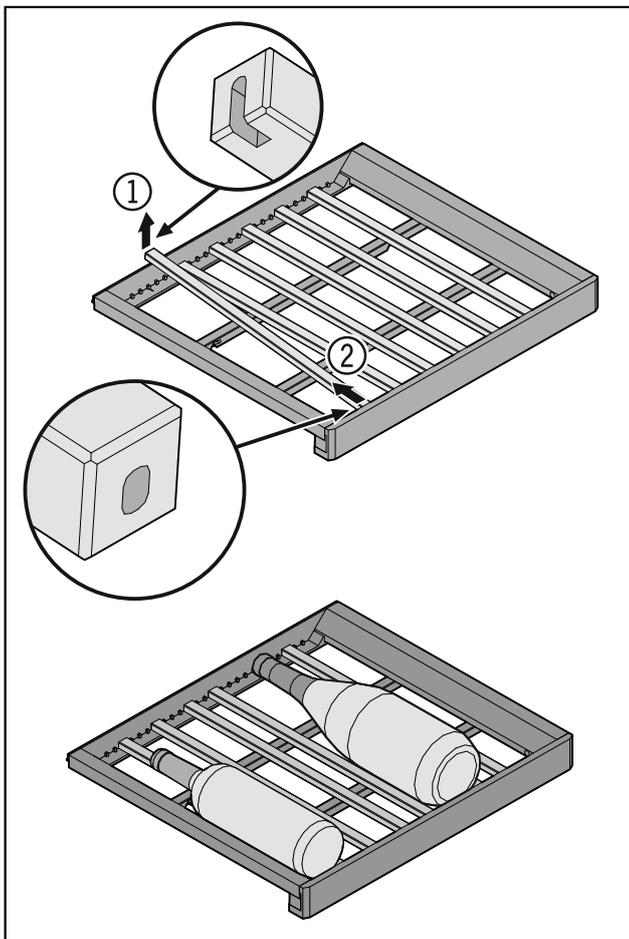

Fig. 107
- Die Leisten können entnommen und versetzt werden, um größere oder kleinere Flaschen zu lagern. Leiste hinten Fig. 107 (1) anheben und herausziehen Fig. 107 (2).